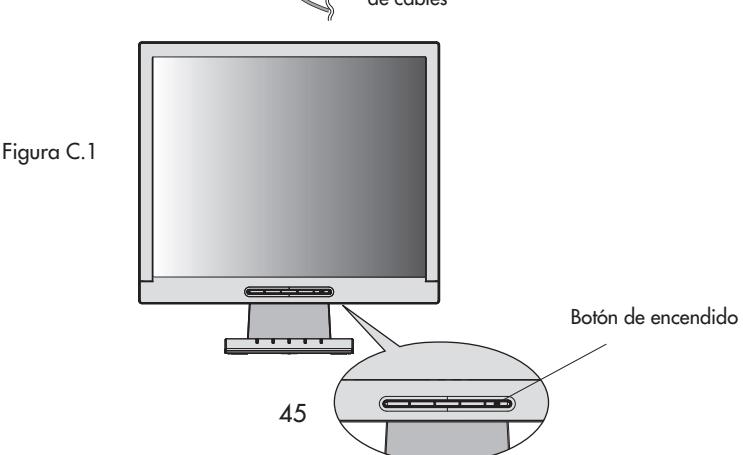

Figura C.1
5. Encienda el monitor con el botón frontal de encendido, luego encienda la computadora. (**Figura C.1**)